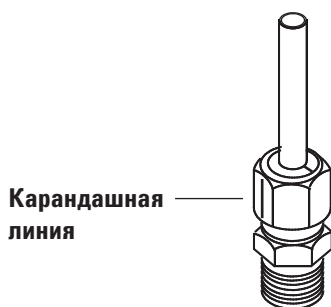

Рисунок 20 Пометка фитинга
- 7 Сделайте на гайке отметку карандашом (см. Рис. 20).